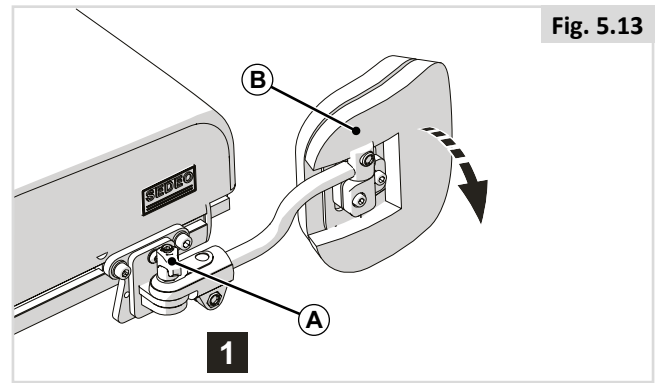

Fig. 5.13
5.7 Soporte de rodilla (Fig. 5.13)